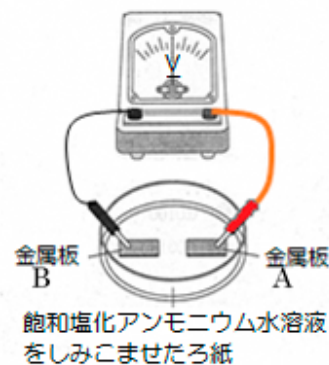

図3
例えば図3の金属Aと金属Bのように、異なる金属を電解質溶液に浸して回路をつくと、金属間の電位差によって電流が生じ、電池ができます。ここに電圧計をつなぐことで、流れる電流の向きと金属間の電位差を調べることができます。電圧計の+を金属Aに、-を金属Bにつなぎ、図4のように*電圧計の針が+にふれた場合、+側につないだ金属Aが正極となります。
- (ii) 図3のように2種類の金属を並べ，電圧計につけたみのむしリード線の先を金属片に押し当てて，針の振れる方向を調べる。